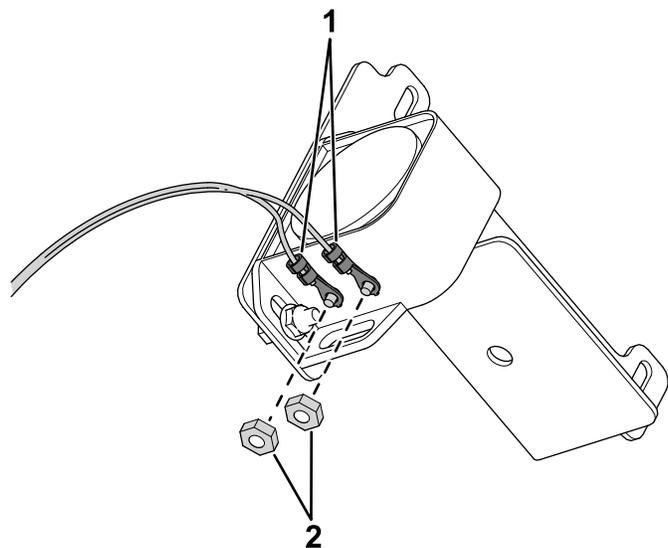

図 2
2. アラームに付いているナットを使って、ワイヤハーネスのリング端子をアラームに固定する 図 2。